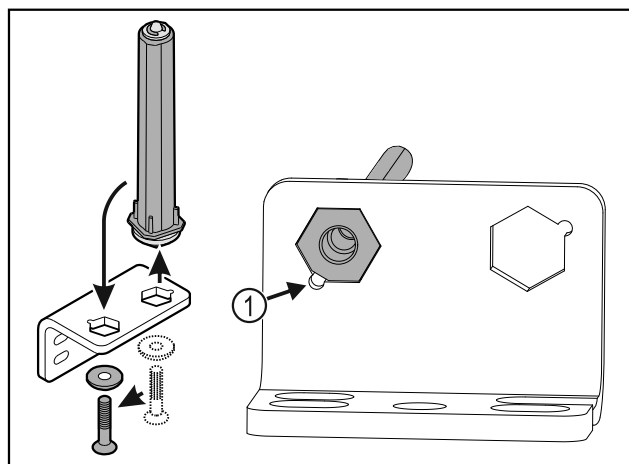

Fig. 39
- ▶ Проследите за тем, чтобы при установке скос пальца Fig. 39 (1) указывал в направлении круглого отверстия.